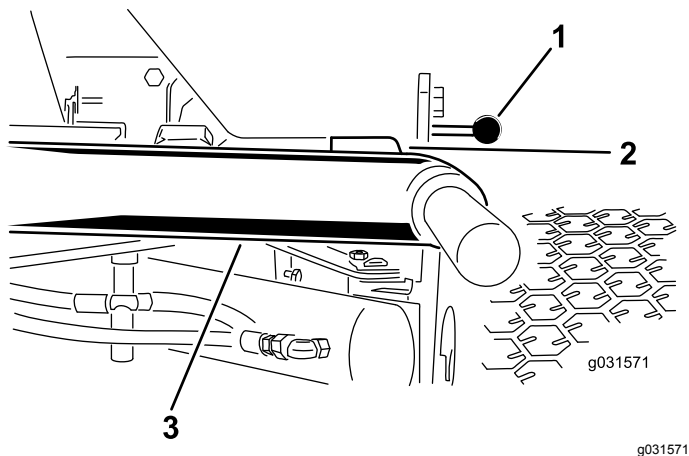

Figure 6
1. Démarrez le moteur, levez les unités de coupe et vérifiez qu'un espace de 5 à 8 mm (0,18 à 0,32 po) sépare chaque bras de levage du support du panneau de plancher, comme montré à la Figure 6.